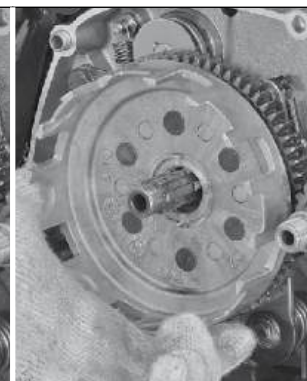

Fig. 3.11B
- Em seguida, remova o conjunto da engrenagem motora primária do eixo. (Fig. 3.11B)